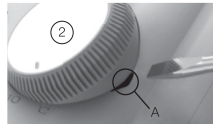

Рисунок 4. Положение паза для снятия
(А) (рис. 4).
туры (2) (рис. 4).
регулируровочный винт (С) (рис. 4)
1. Выставьте колесо регулятора температуры в положение 0°C , так чтобы был виден паз (А) (рис. 4).
2. Используя отвертку, снимите колесо регулятора температуры (2) и открутите регулировочный и крепежный винты.